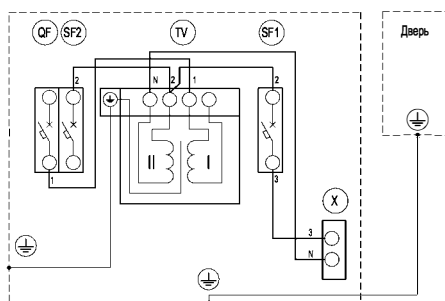

Рисунок 2 – Схема электрическая ящика ЯТП-0,25 230/12-3 УХЛ2 IP54
6.2.6 Присоединить зачищенные жилы подводящих и отходящих проводников согласно электрической схеме (рисунок 2).